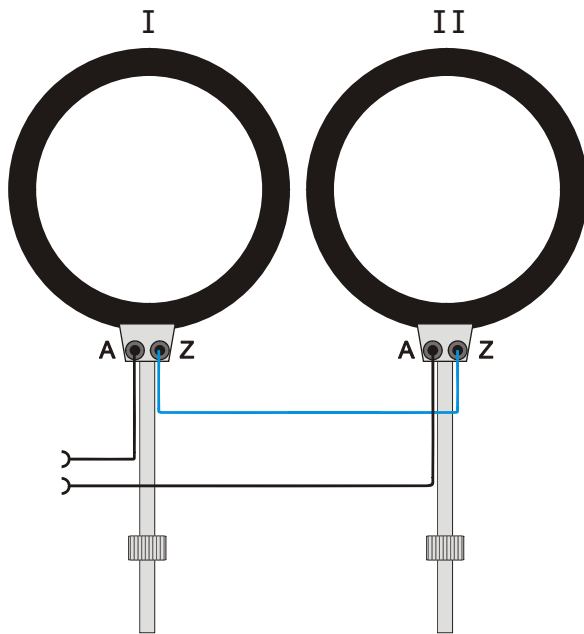

Fig. 1.1 Montage en série
- En cas de montage en série, relier la douille Z de la bobine 1 à la douille Z de la bobine 2 (voir fig. 1.1).